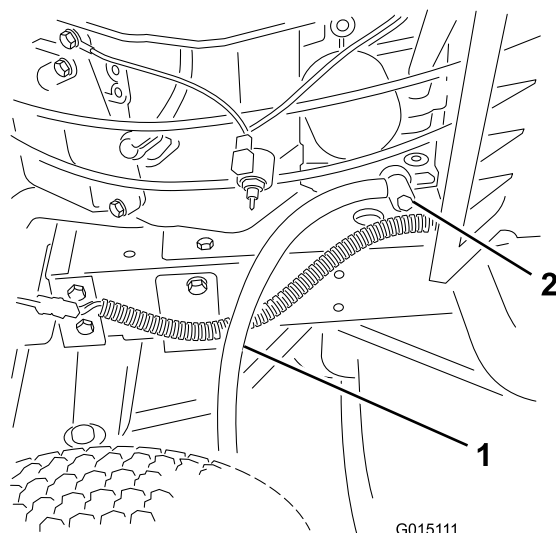

Figura 18
6. Coloque un recipiente debajo del tapón de vaciado de aceite, inserte el tubo de vaciado en el tapón de vaciado y abra el tapón de vaciado girándolo la tuerca en el sentido contrario a las agujas del reloj (Figura 18).